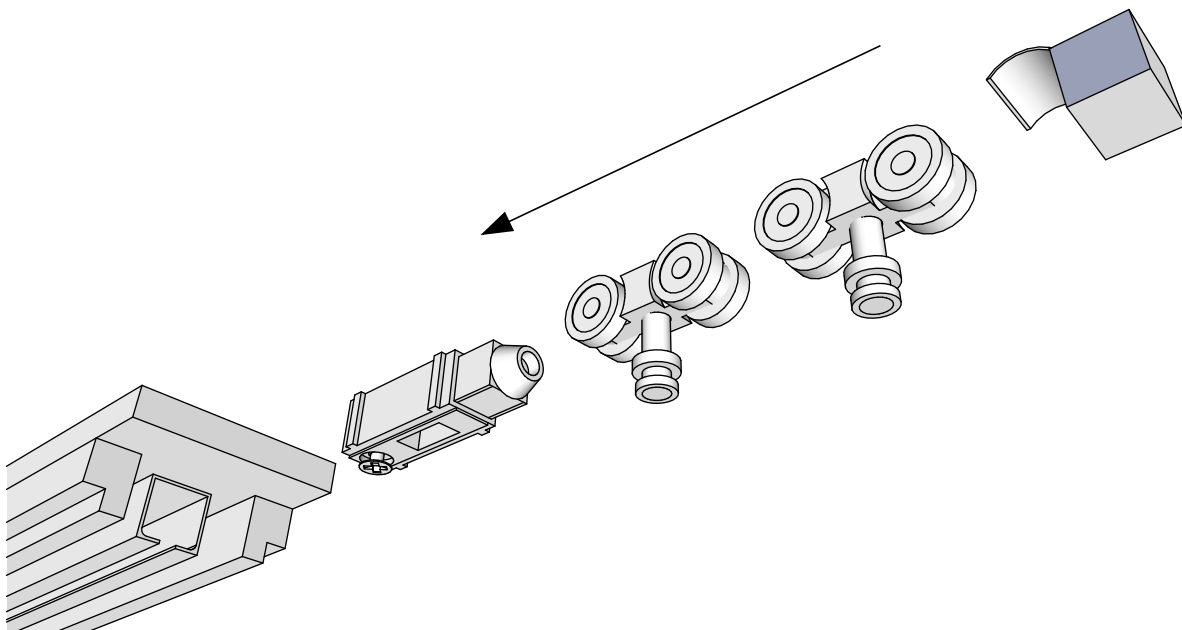

Рисунок 5
2.1. Если Вы приобрели пенал с системой Push-to-open, вместо стопора, находящегося в теле пенала, установите толкатель (Рис. 5).